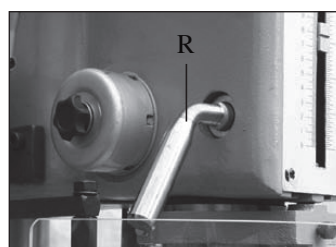

Bild 7
1. Vri pinolens låsehåndtak (R-fig. 7) til det sitter fast ordentlig.